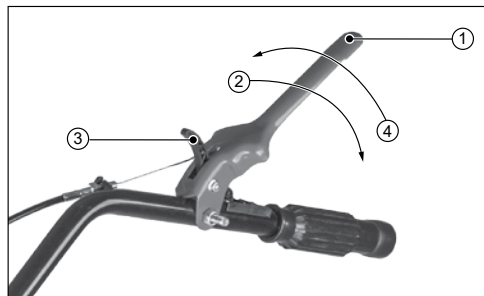

Рис. 11
6. Нажмите на предохранитель рычага сцепления 3 (рис. 11) по направлению 4 (рис. 11), после нажмите на рычаг сцепления 1 (рис. 11) по направлению 2 (рис. 11) для передачи крутящего момента на фрезы.